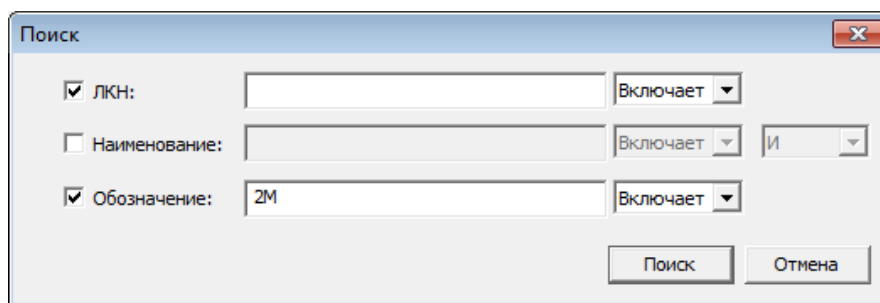

Рис. 5-52 – Окно задания критериев простого поиска
2) В появившемся окне «Поиск» задать критерии (рис. 5-52).